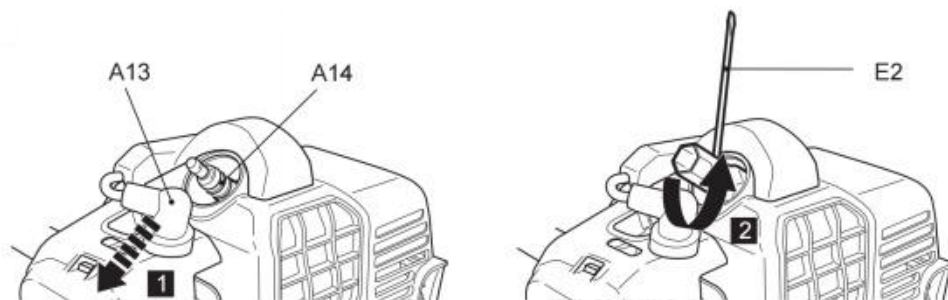

Fig. 78
2. Odkręć świecę zapłonową (A14) w kierunku przeciwnym do ruchu wskazówek zegara za pomocą narzędzia wielofunkcyjnego (E2) i ostrożnie ją wyjmij (rys. 78).